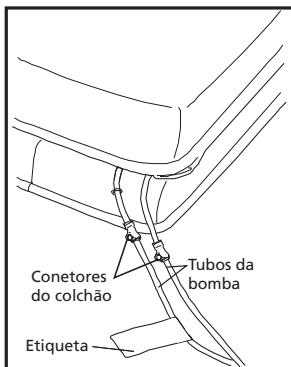

Figura 1 Conector do tubo da bomba
2. Ligue os tubos da bomba ao colchão, como se apresenta na (Figura 1) abaixo: